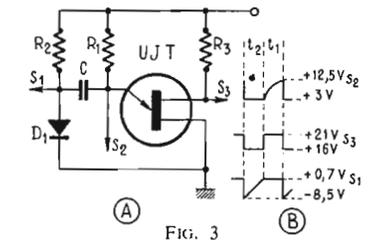

FIG. 3
Un schéma simple de multivibrateur est donné, sur la figure 3 (A), la figure 3 (B) indiquant les signaux S_1 , S_2 et S_3 de sortie.